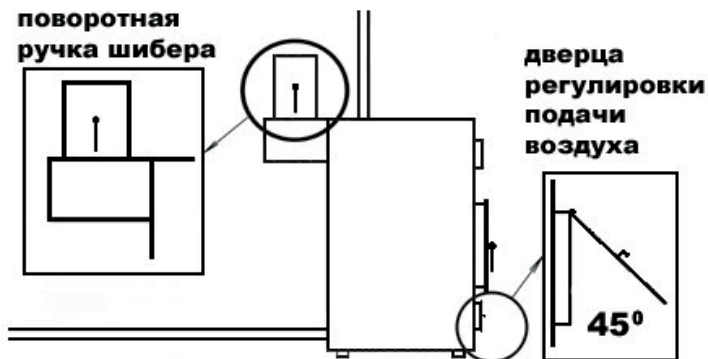

Рис. 3
Регулировка мощностной нагрузки котла, производится установкой ручки регулировки, изменения положений дверцы регулировки подачи воздуха и дроссельной заслонки (Рис.3). Фиксируя ее от самого нижнего положения до самого верхнего положения производится регулирование мощности работы котла. Крайнее нижнее положение соответствует полному прекращению работы котла. Крайнее верхнее положение соответствует наиболее быстрому нагреву теплоносителя.
2. – установите, ручку регулировки мощности котла (Рис.3), в верхнее положение, соответствующее максимальной мощности котла. При этом дверца регулировки подачи воздуха будет находиться в максимально открытом положении под 45°.
7 - необходимо следить за тем, чтобы температура теплоносителя не поднималась выше 85°C. Прекращение подъема температуры обеспечивается перемещением ручки регулировки, изменения положений дверцы регулировки подачи воздуха и дроссельной заслонки (Рис.3) в более нижние положения.
Если необходимо поднять температуру теплоносителя, то перемещайте ручку регулировки, изменения положений дверцы регулировки подачи воздуха и дроссельной заслонки (Рис.3) в более верхние положения. Чем выше установите, тем быстрее будет нагреваться теплоноситель и соответственно будет больше промежуток инерции подъема температуры при последующем необходимом прекращении нагрева теплоносителя – закрыванием дверки подачи воздуха и дросселя.
Если необходимо уменьшить температуру теплоносителя, переместите ручку регулировки, изменения положений дверцы регулировки подачи воздуха и дроссельной заслонки (Рис.3) в более нижнее положение. Чем ниже установите, тем быстрее будет падать температура теплоносителя, воды и соответственно будет больше промежуток инерции понижения температуры при последующем прекращении уменьшения температуры теплоносителя – при открывании дверки подачи воздуха и дросселя.
8 - После того как воздух в отапливаемом помещении нагреется, установите ручки регулировки, изменения положений дверцы регулировки подачи воздуха и дроссельной заслонки (Рис.3) в положение, при котором необходимая Вам температура теплоносителя не будет подниматься и уменьшаться – стабилизируется и будет оставаться такой до тех пор пока в загрузочном пространстве котла не останется топлива менее 1/5 от количества максимальной загрузки (максимальная загрузка до верха проема загрузочного пространства), после чего Вы должны будете или доложить топлива – в этом случае температура теплоносителя и воздуха в отапливаемых помещениях останется стабильной, если не изменится значительно температура наружного воздуха, более чем на 5-10⁰С или приоткрыть дверку подачи воздуха для обеспечения полного догорания топлива.
9 - перед очередной закладкой топлива установите ручку регулировки, изменения положений дверцы регулировки подачи воздуха и дроссельной заслонки (Рис.3) в крайнее верхнее положение для обеспечения максимальной тяги, подождите 1-2 минуты (этим вы обеспечите минимальный выход дыма в помещение при открывании дверки топки), после чего откройте дверку топки, загрузите топливо, закройте дверку топки и через 2 - 3 минут верните ручку регулировки, изменения положений дверцы регулировки подачи воздуха и дроссельной заслонки (Рис.3) в то положение, в котором она находилась до перемещения в крайнее верхнее положение, если хотите сохранить прежний режим работы котла.
положений дверцы регулировки подачи воздуха и дроссельной заслонки (Рис. 3) буквально на 5-10 минут, пока заложенное топливо не займется огнем, (чем влажнее топливо - тем дольше), после чего необходимо вернуть ее в положение, в котором она находилась до закладки топлива;
При первой топке котла после его установки, ручка регулировки (Рис. 3) должна находиться в верхнем положении до момента нагрева теплоносителя до 75-85⁰С и позволить котлу проработать в таком режиме не менее 6 часов. После чего устанавливайте необходимую Вам температуру теплоносителя, воздуха в отапливаемых помещениях перемещением ручки регулировки (Рис. 3) в соответствии вышеуказанному «порядку эксплуатации».